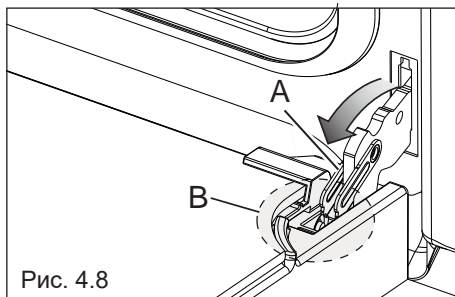

Рис. 4.8
- Полностью откройте рычаг “А” на правом и левом шарнирах(Рис. 4.8).
- Немного закройте дверцу (рис. 4.8), так чтобы рычаги “А” правого и левого шарниров зацепились за часть “В” дверцы (рис 4.8).